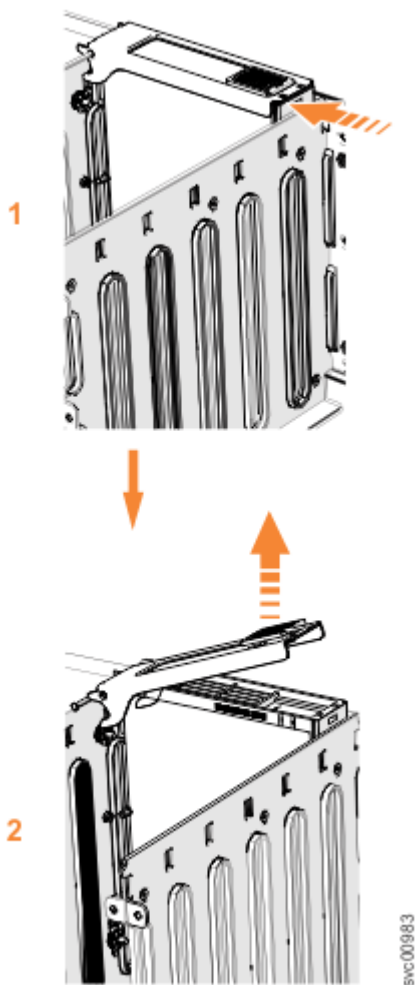

Abbildung 112. Laufwerkbaugruppe entfernen
5. Schieben Sie den Entriegelungshebel (1) nach vorne (siehe Abbildung 112 auf Seite 102).
6. Heben Sie den Griff (2) an, um den Laufwerkwagen von der Trennwand zu entriegeln (siehe Abbildung 112 auf Seite 102). Stellen Sie sicher, dass die Spitze an der Unterseite der Verriegelung vollständig ausgekuppelt ist.